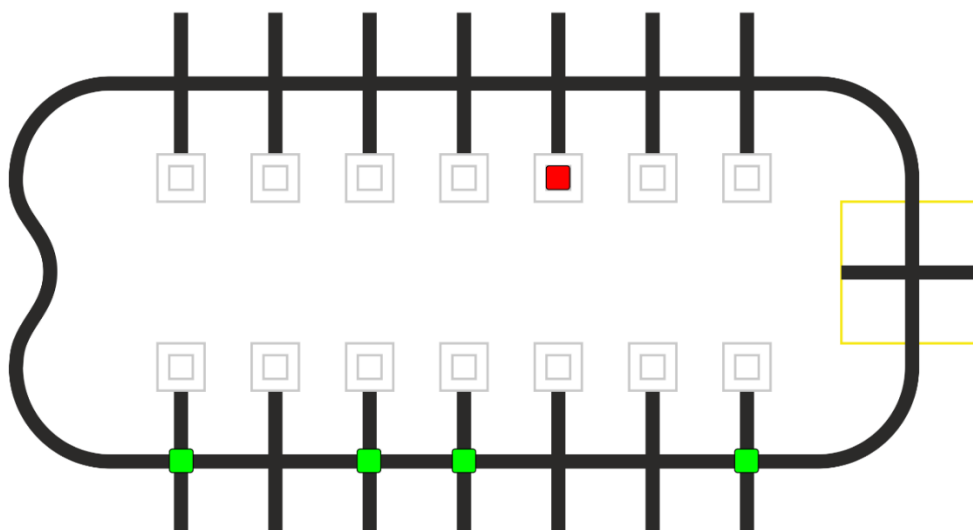

Рис. 1. Пример расположения кубов
- Полигон представляет собой замкнутую линию, условно состоящую из двух частей – верхней и нижней. Нижняя часть начинается при выезде с зоны старта по часовой стрелке, верхняя при выезде против часовой стрелки (рис. 1).
- Начинать движение, находясь полностью в зоне старта, отмеченной желтым квадратом (рис. 1).